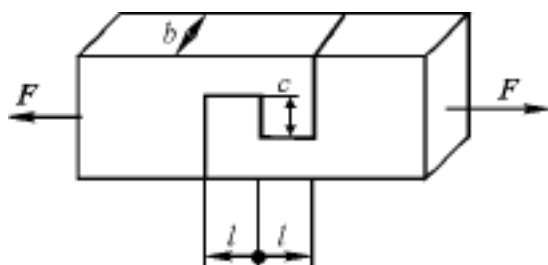

图 3.3
6. 如图 3.3 所示木榫接头, 左右两部分形状相同。在拉力 F 作用下, 接头的剪切面面积等于(), 挤压面面积等于()。